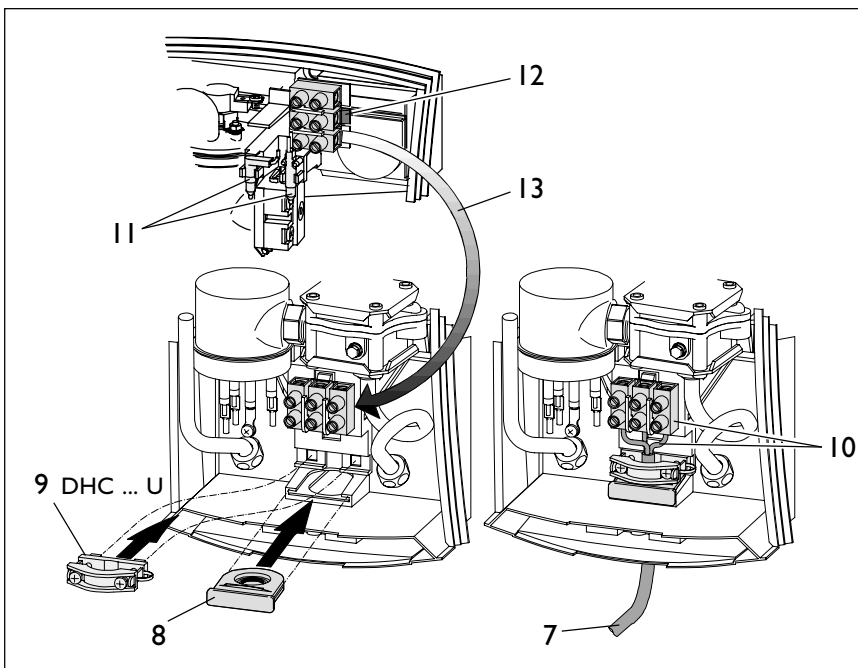
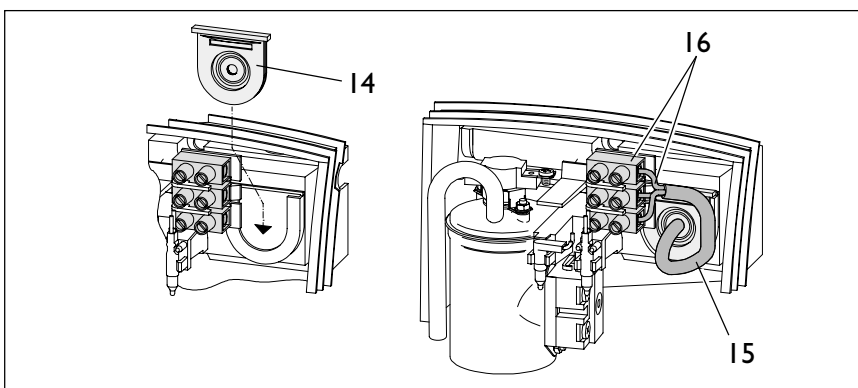

Рис. 16
Рис. 17
3. Электрический кабель укоротить в соответствии с рис. 16 и изолировать (кроме прибора ДНС 3 U).
⚠ Для защиты от попадания воды необходимо использовать уплотнение кабеля (рис. 16, поз. 8 и рис. 17, поз. 14). Вырезать уплотнительную шайбу в соответствии с толщиной кабеля электроподключения.
DHC 3 U (рис. 16)
DHC 6 U (рис. 16)
- Подключение в верхней части прибора/открытая или скрытая проводка (рис. 17)
- Отжать фиксатор клеммной колодки (рис. 16, поз. 12), вынуть клеммную колодку и смонтировать ее в нижней части прибора (поз. 13).